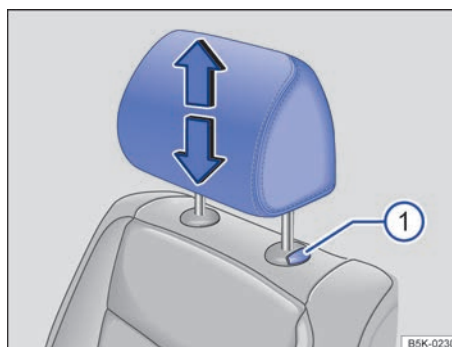
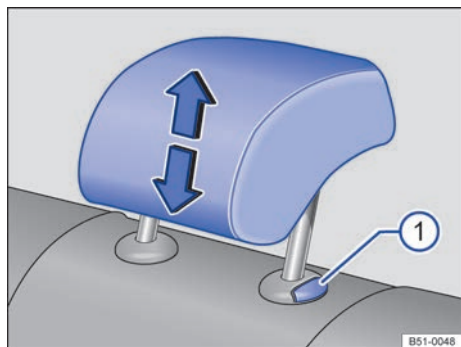

Fig. 40 Ajuste de los apoyacabezas delanteros.
Fig. 41 Ajuste de los apoyacabezas traseros.
- Desplace el apoyacabezas en el sentido de una de las flechas: o bien hacia arriba, o bien hacia abajo a la vez que presiona la tecla → fig. 40 ① o → fig. 41 ① → ⚠.